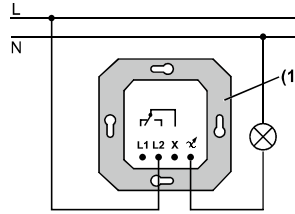

Figure 2: Verbindungsdiagramm
Schließen Sie den Dimmer an: (1) Entsprechend der Verbindung Diagramm (Abbildung 2). Montieren Sie den Dimmer (1) in der Zubehörbuchse. Montieren Sie den Rahmen (2) und die Mittelplatte (3). Befestigen Sie den Einstellknopf (4).
Schließen Sie den Dimmer an: (1) Entsprechend der Verbindung Diagramm (Abbildung 2). Montieren Sie den Dimmer (1) in der Zubehörbuchse. Montieren Sie den Rahmen (2) und die Mittelplatte (3). Befestigen Sie den Einstellknopf (4). (7) lt. Diagramm